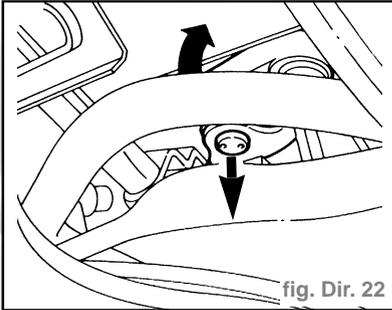

fig. Dir. 22
- Faire tourner à l'envers l'axe fixant le support de renvoi et désolidariser vers le bas le support (fig. Dir. 22).